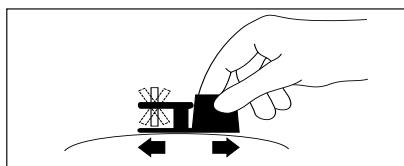

РИС. 7
- Следуя направлению стрелки на устройстве, медленно перемещайте основание устройства *MAGNA-FINDER™* туда и обратно по тканевой поверхности, как показано на Рис. 7. Магнит устройства *MAGNA-FINDER™* покажет положение инъекционного гнезда в одной плоскости.